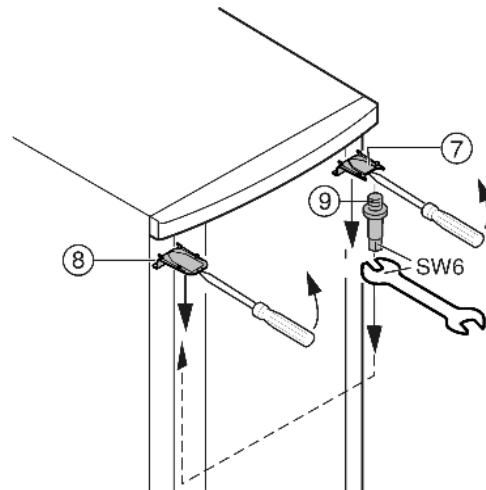

Fig. 7
- ▶ Верхнюю крышку *Fig. 7 (7)* и крышку *Fig. 7 (8)* с помощью отвертки выведите вперед из фиксатора и снимите, наклоня вниз.
- ▶ Выкрутите опорный палец *Fig. 7 (9)* и вкрутите на противоположной стороне (с моментом 4 Нм).
- ▶ Снова установите крышку *Fig. 7 (7)* на стороне опорного пальца: насадите сзади, защелкните спереди.
- ▶ Установите крышку *Fig. 7 (8)* на противоположной стороне: насадите сзади, защелкните спереди.
- ▶ Подвесьте верхнюю часть двери на опорный палец *Fig. 7 (9)*.